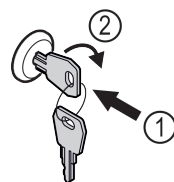

Fig. 143
- ▶ 按入钥匙 Fig. 143 (1)。
- ▶ 将钥匙顺时针转动 90° Fig. 143 (2)。